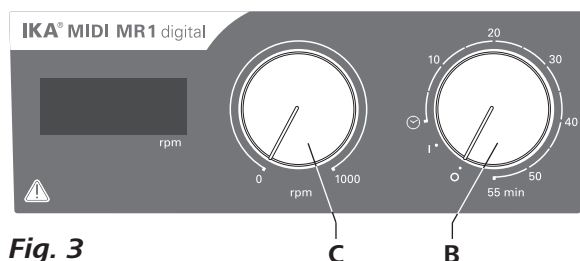

Fig. 3
- ☞ Aby włączyć urządzenie, obrócić pokrętło „**Wł./wył.**” i „**Czasomierz**” (**B**, patrz **Fig. 3**) w kierunku zgodnym z ruchem wskazówek zegara do pozycji „**1**”.
- ☞ Ustawić prędkość obrotową silnika za pomocą regulatora „**Prędkość obrotowa**” (**C**, patrz **Fig. 3**). Prędkość obrotową silnika można ustawiać w zakresie od 0 do 1000 rpm w przypadku **MIDI MR 1 digital** i w zakresie od 0 do 600 rpm w przypadku **MAXI MR1 digital**.